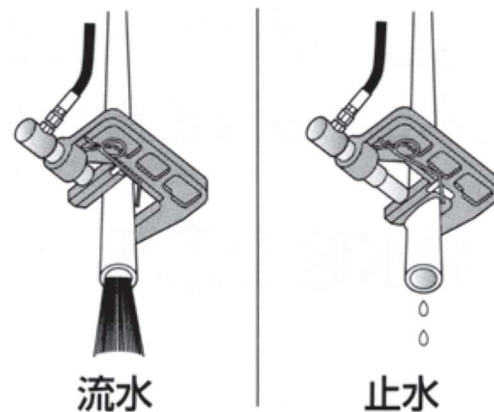

図. B-1
1. 止水する管に、断水機の圧着部（シリンダーヘッド）を差し込み、フレームとダイスの間に管が入るようにします。（図. B-1、左図）
5. 仮止水している間に管を切断し、交換します。（図. B-1、右図）